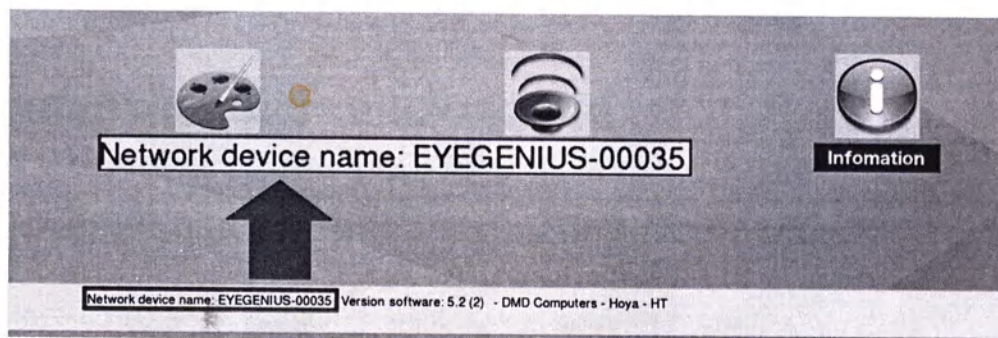

Рисунок 3-3: Имя точки WiFi, к которой подключено FVD
- Убедитесь в том, что точка доступа (AP) включена;
- FVD: перейдите в раздел настроек, затем поместите курсор на иконку информации, имя сети отображено внизу (см. рис. 3-3);